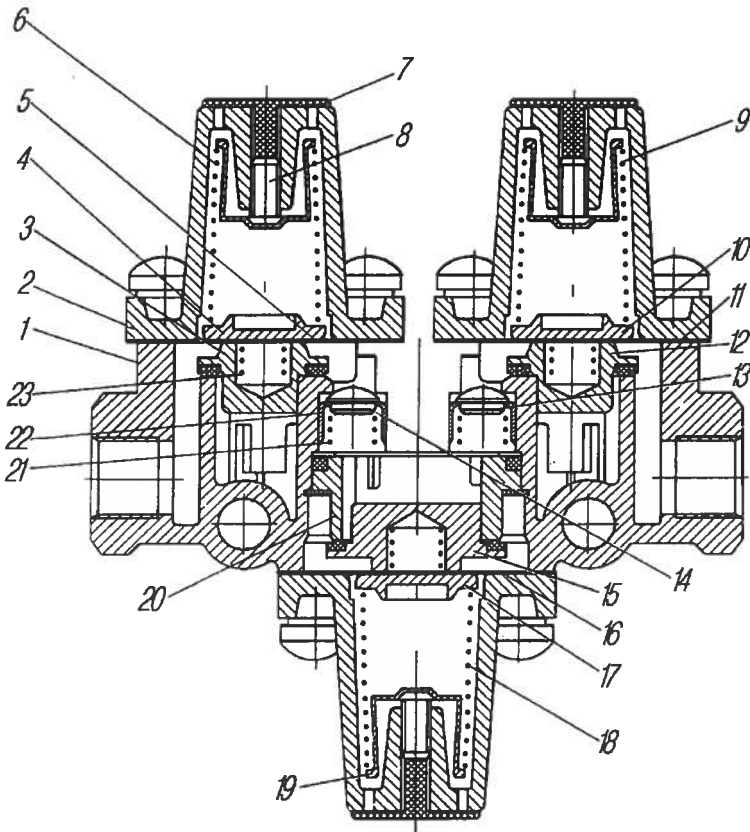

Рис. 70. Клапан защитный тройной:
**Тройной защитный клапан** (рис. 70) предназначен для разделения сжатого воздуха, поступающего от компрессора, на два основных и один дополнительный контуры, для автоматического отключения одного из контуров в случае нарушения его герметичности и сохраняет сжатый воздух во всех контурах в случае повреждения или нарушения герметичности подводящей магистрали, питает дополнительный контур от двух основных.